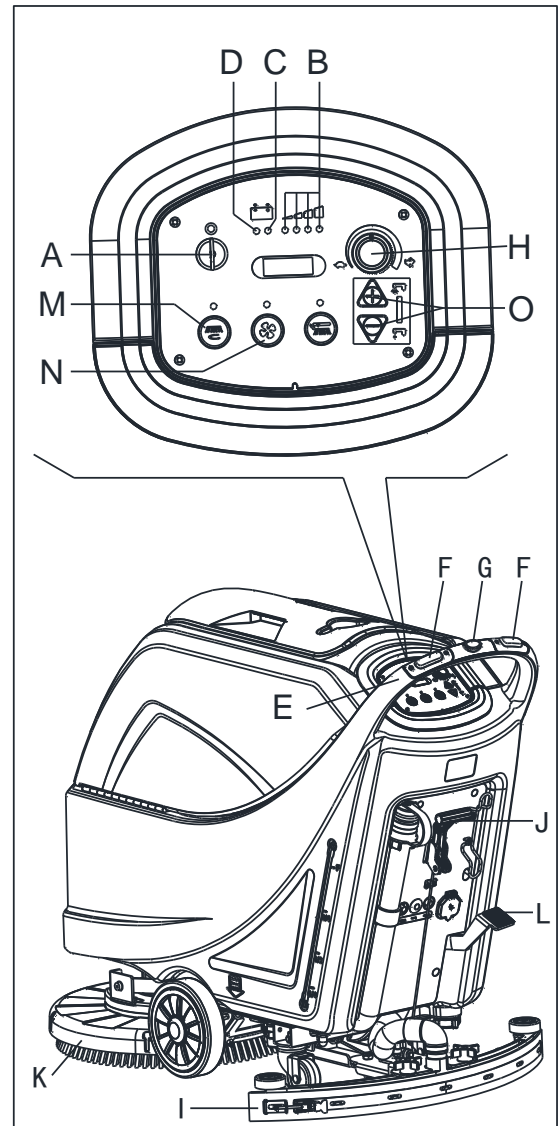

Abbildung 8
2. Stecken Sie den Zündschlüssel (A, Abb. 8) ein und drehen ihn auf "I". Überprüfen Sie, ob die grüne Kontrollleuchte (B) aufleuchtet (geladener Akku). Wenn die gelbe (C) oder rote Kontrollleuchte (D) aufleuchtet, drehen Sie den Zündschlüssel wieder auf "0" und laden die Akkus auf (siehe die Vorgehensweise in Kapitel "Wartung").
- Indem Sie sie mit den Händen am Lenker (E) schieben (nur für Maschine ohne Fahrtrieb).
- Indem Sie die Hände am Lenker (E) halten und den Schalter (F) drücken, um sie nach vorne zu bewegen, oder durch Drücken des Schalters (F) zusammen mit dem Schalter (G), um es rückwärts zu bewegen (nur für Maschinen mit Fahrtrieb). Die Fahrgeschwindigkeit kann mit dem Regler (H) eingestellt werden.
4. Senken Sie den Gummiabzieher (I) mit dem Hebel (J) ab.
5. Senken Sie das Deck des Bürsten/Pad-Halters (K), indem Sie das Pedal (L) anheben. (nur für Scheibenmaschine)
6. Drücken Sie den Schalter des Bürsten/Pad-Halters (M) und den Vakuumsystemscharter (N).
7. Drücken Sie die Waschwasserdurchflusssteuerscharter (O) wie erforderlich, abhängig von der Art der durchzuführenden Reinigung.
- (Nur für Maschinen ohne Fahrtrieb) Durch Drücken der Maschine mit den Händen am Lenker (E) und durch Drücken des Schalters (F).
- (Nur für Maschinen mit Fahrtrieb) Durch Drücken der Maschine mit den Händen am Lenker (E) und durch Drücken des Schalters (F). Die Vorwärtsgeschwindigkeit kann mit dem Regler (H) eingestellt werden, falls erforderlich.
1. Das Bürsten-/Padhalterdeck durch Drücken des Bürsten-/Padhalter-Schalters absenken (M, Abbildung 8).
2. Halten Sie beide Hände am Lenker und drücken Sie den Sicherheitsschalter (F, Abb. 8). Manövrieren Sie nun die Maschine und beginnen Sie mit dem Scheuern/Trocknen des Bodens.